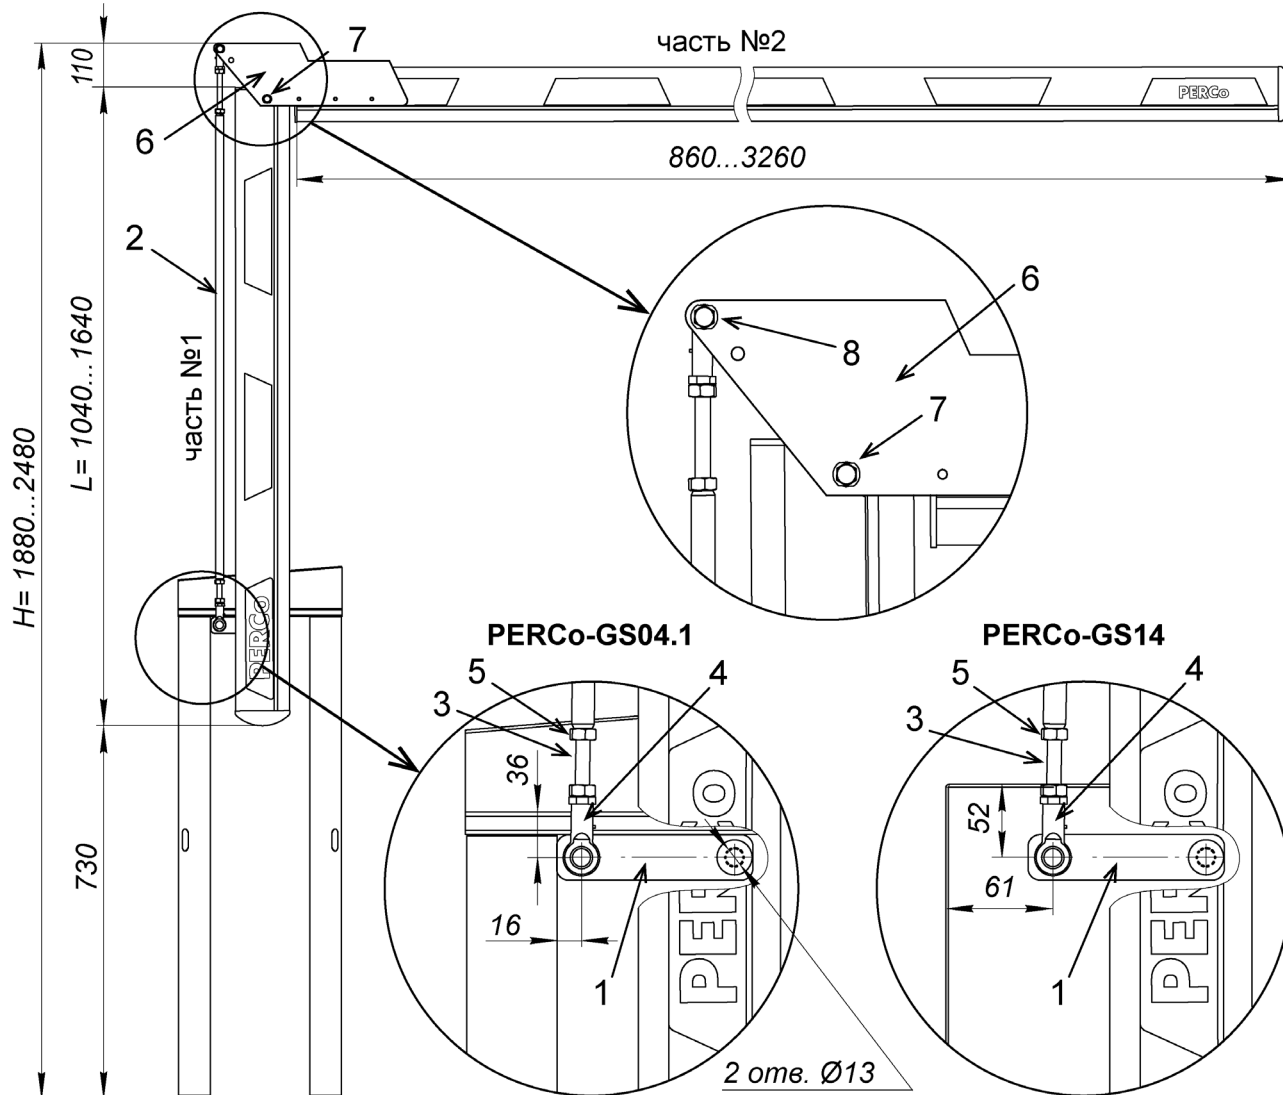

Рисунок 1. Шлагбаум PERCo с установленной стрелой PERCo-GB0 и шарниром PERCo-GBF1
Порядок монтажа стрелы **PERCo-GBO** на шлагбауме **PERCo-GS04.1** (**PERCo-GS14**) – см. в их руководствах по эксплуатации. Необходимо учитывать, что минимальная высота шлагбаума со сгибающейся стрелой – 1880 мм, максимальная – 2480 мм, без учета высоты фундамента (см. рис. 1).
1. Просверлите в корпусе шлагбаума два отверстия под крепление пластины в соответствии с рис. 1, используя шаблон №1 из комплекта поставки. При необходимости установки стрелы в противоположную сторону необходимо просверлить отверстия зеркально относительно оси привода.
Перед высверливанием отверстий обязательно проверяйте истинность размеров на разметке. Размеры указаны на рис. 1 и непосредственно на шаблонах разметки. Шаблоны разметки рекомендуется фиксировать по месту скотчем.
3. Исходя из габаритов проезда, разрежьте стрелу **PERCo-GBO** на две части №1 и №2, возможные размеры частей указаны на рис. 1. Длина части №1 стрелы рассчитывается по формуле: $L = H - 840$ (мм). Учитывайте начало и конец стрелы (ориентируйтесь на отверстия крепления стрелы), а также необходимый зазор между верхней границей поднятой стрелы и потолком проема (не менее 50 мм). Для ровного разреза ножовкой по металлу используйте стусло.
6. Вставьте ось тяги в отверстия между пластинами шарнира, как показано на рисунке и зафиксируйте ее гайками М8 с шайбами. Для шламбаумов **PERCo-GS04.1** и **PERCo-GS14** ось тяги вставляется в верхнее отверстие обеих пластин шарнира (см. рис. 1). Затяните до конца винты М5 крепления пластин шарнира на стреле: